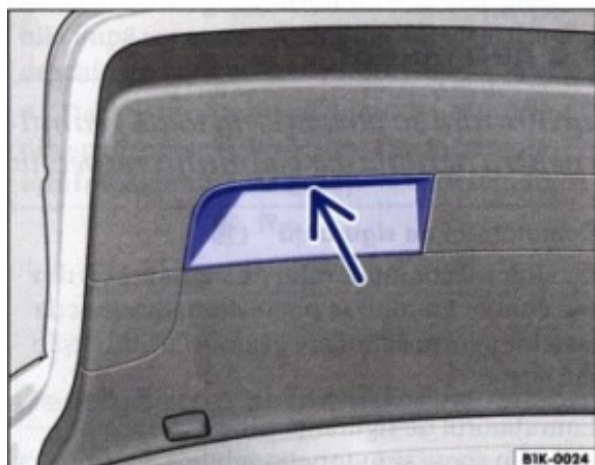

Fig. 32 Imagine din capitonajul hayonului: Locaș pentru apucarea la închidere
– Apucați cu mâna locașul ⇒ fig. 32 (săgeata) din interiorul hayonului ⇒ și trageți hayonul în jos.